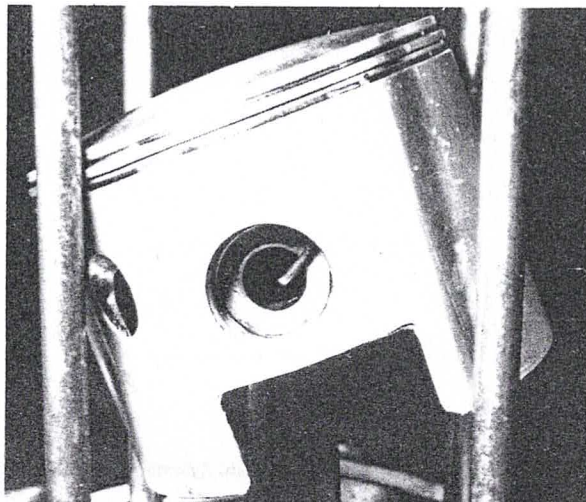
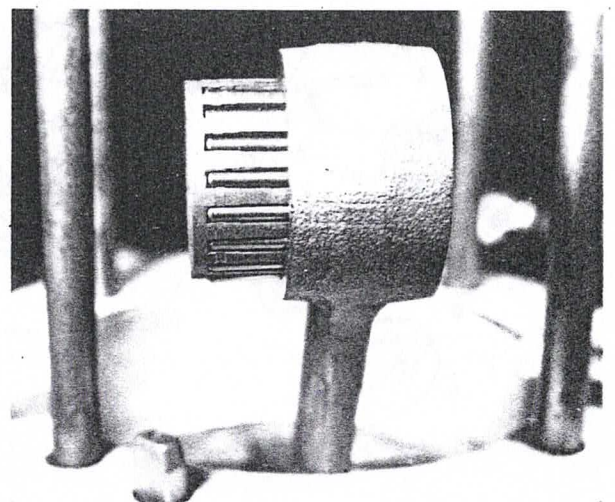

Bild 16
Bild 17
- Eine der Kolbenbolzensicherungen mit einer Spitzzange abnehmen (Bild 16) und den Kolbenbolzen mit einem weichen Dorn austreiben. Dabei muss der Kolben unterstützt werden. Falls der Kolbenbolzen fest sitzt, ist der Kolbenboden mit einem in heisses Wasser getauchten und ausgewundenen Lappen anzuwärmen. So dehnt sich der Kolben aus, und der Bolzen kann leichter ausgetrieben werden. Beim Herausstossen des Kolbenbolzens die Anlaufscheiben beidseits der Pleuelstange auffangen, damit sie nicht in das Kurbelgehäuse fallen (Bild 17).